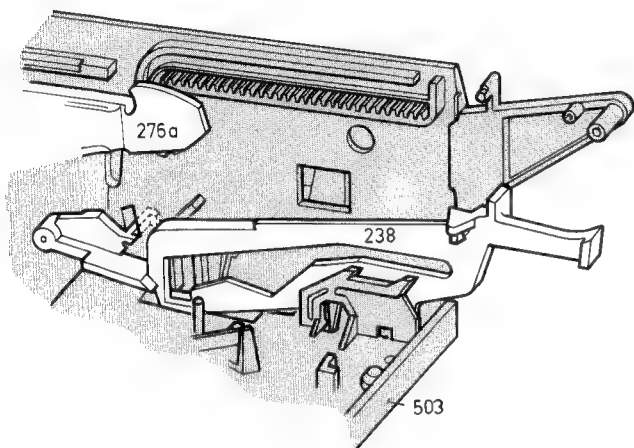

Bild 1-22
- Nach Entriegeln der Einschnappkonstruktion lässt sich der Liftklappenhebel nach links entfernen. (Bild 1-22).